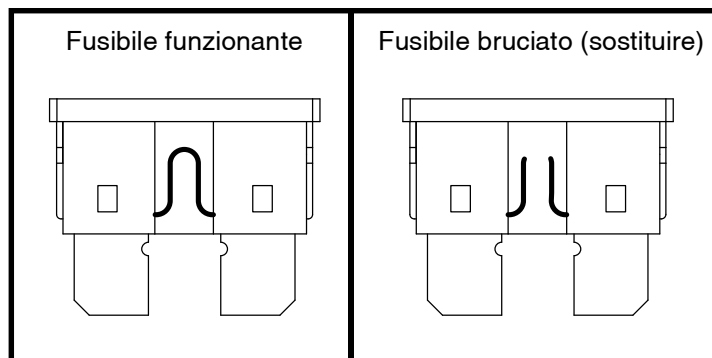

Figura 19. Sostituzione del fusibile
2. Esaminare il fusibile per accertarsi che sia bruciato. Vedere figura 19.